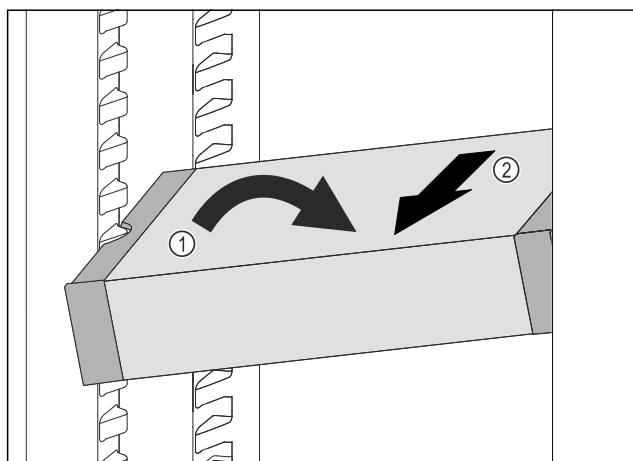

Fig. 139
- Predal VarioSafe postavite v hladilniku postrani. Fig. 139 (1)
- Predal VarioSafe izvlecite v smeri naprej. Fig. 139 (2)